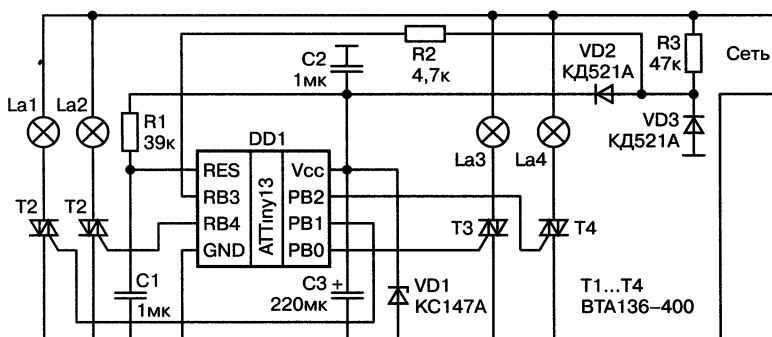

Рис. 11.13. Принципиальная схема «Бегущих огней» на микроконтроллере
**Принципиальная схема.** Сразу представлю читателям схему устройства (рис. 11.13). Первое, что бросается в глаза — что схемы-то, собственно говоря, и нет! Есть просто «кубик» (в физике такие «кубики» остроумно нарекли «черными ящиками»), к которому подключены четыре симистора с лампочками, есть знакомая нам цепь питания, причем не с конденсатором, а с резистором — и все! Как же все это работает?